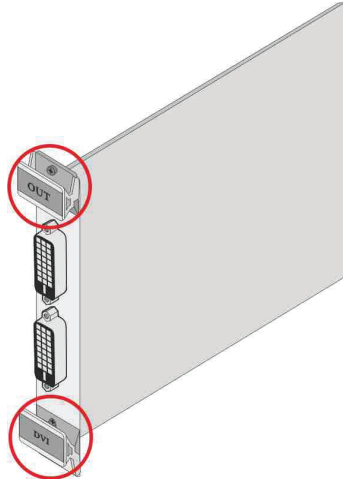

Рис. 12. Зажимы платы
5. Удерживая плату за верхний и нижний зажимы, совместите ее с пластиковыми направляющими (см. рис. 12).